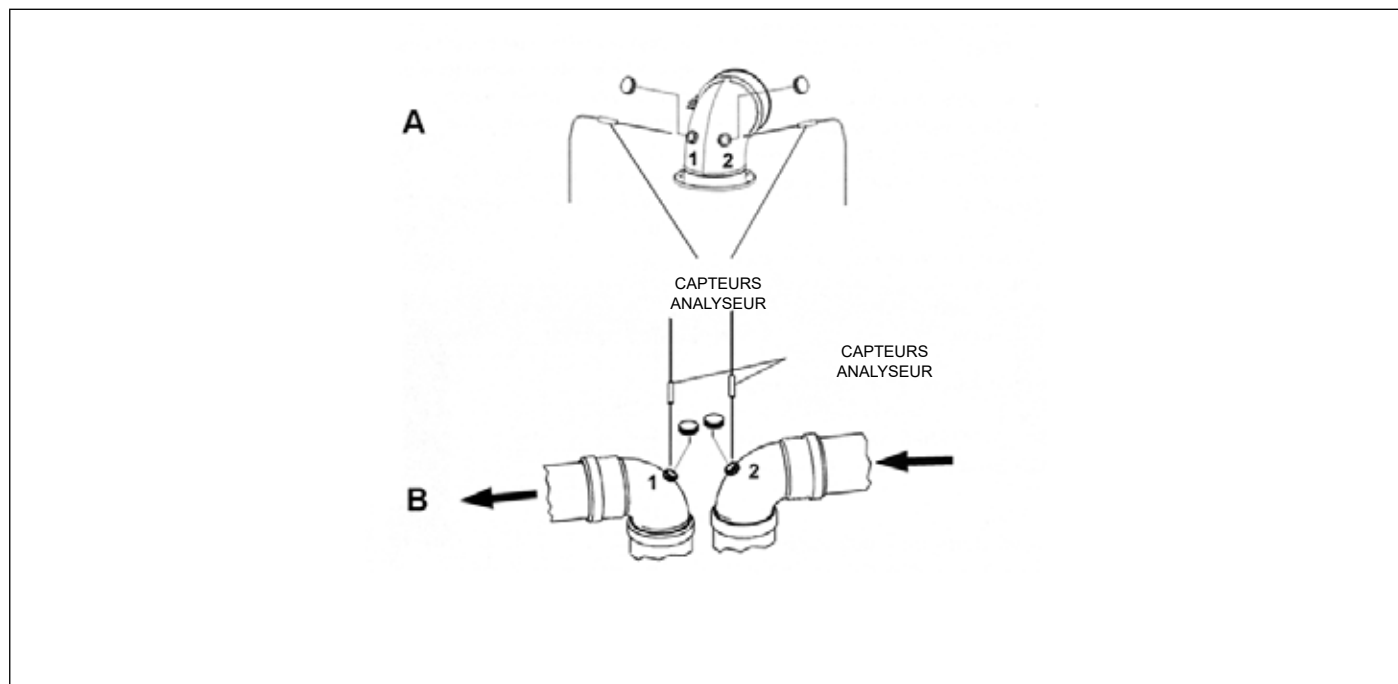

Fig. 20 Exemples de points de détection de fumées
- mesure de la température de l'air comburant prélevé dans le trou relatif 1 (voir réf. (A) Fig. 20 Exemples de points de détection de fumées , pour les chaudières à chambre étanche équipées de tuyauterie avec trous prédisposés).
- mesure de la température des fumées et de la quantité de CO₂ prélevé dans le trou relatif 2 (voir réf. (A) Fig. 20 Exemples de points de détection de fumées , pour les chaudières à chambre étanche équipées de tuyauterie avec trous prédisposés).
- mesure de la température de l'air comburant prélevé dans le trou relatif 2 (voir réf. (B) Fig. 20 Exemples de points de détection de fumées , pour les chaudières à chambre étanche équipées de tuyauterie avec trous prédisposés).
- mesure de la température des fumées et de la quantité de CO₂ prélevé dans le trou relatif 1 (voir réf. (B) Fig. 20 Exemples de points de détection de fumées , pour les chaudières à chambre étanche équipées de tuyauterie avec trous prédisposés).